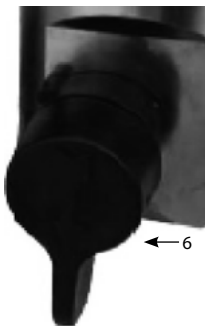

Рис. 7
5. Установите кран заливки «6» в нижнее положение. (Рис. 7)